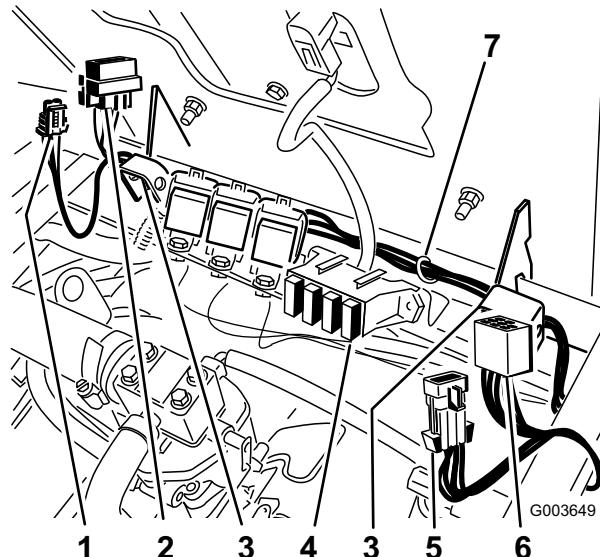

Figure 32
3. Acheminez le faisceau de câblage le long de la charnière du siège à partir de l'interrupteur et jusqu'au relais monté précédemment sur la valve (Figure 32).
- Insérez le fusible dans la fente droite de la boîte à fusibles (Figure 32).